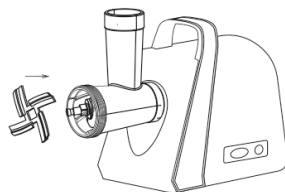

рис.4
7.1.3 Поместите нож на шнек плоской стороной в направлении, противоположном от шнека, как указано на рис. 4.